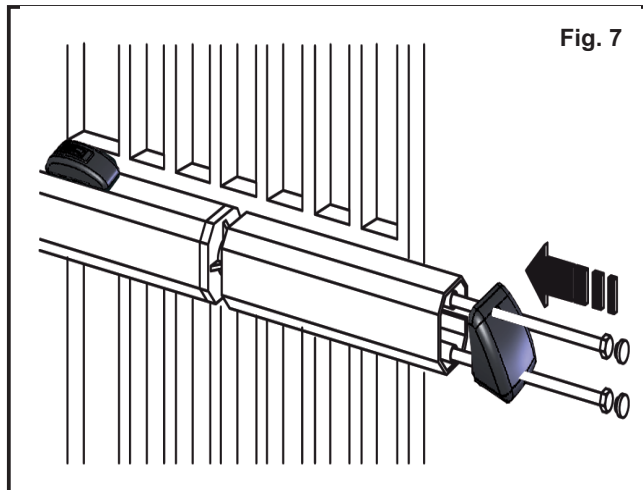

Fig. 7
N) Applicare il copri stelo sull'attuatore PH (fig. 7);